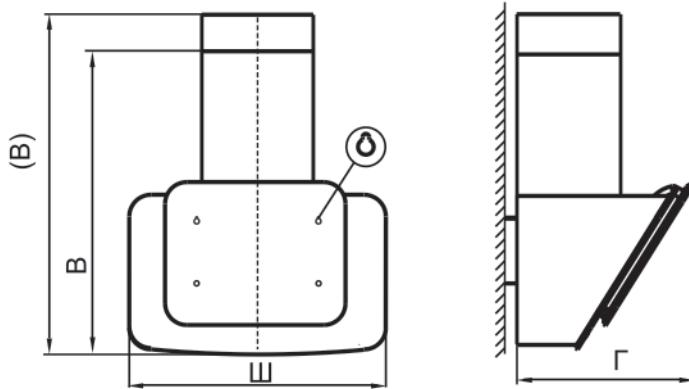

РИС. 2
- вверните два самонарезающих винта 6х50 мм (размер А, рис. 2);
- навесьте зонт через отверстия типа «замочная скважина» и дополнительно закрепите его двумя самонарезающими винтами 6х50 мм (размер Б, рис. 2);